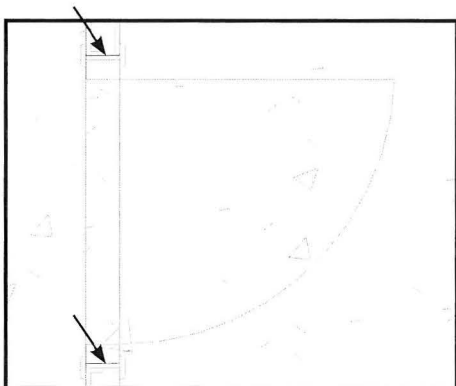

Fig. 08.44. Tegn linierne langs dørens karm, inde i døren.
- Tegn to linier der forbinder de to gennemgående linier i døråbningen (Fig. 08.44).